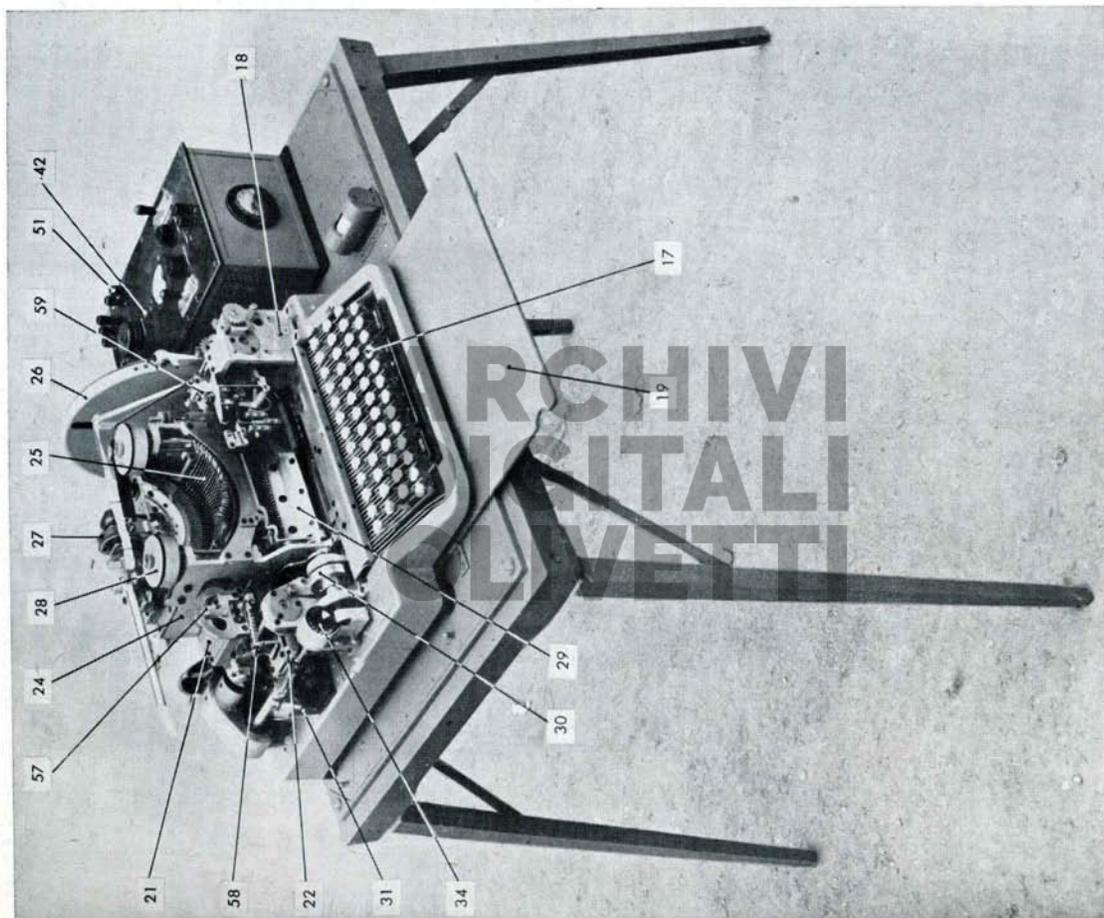
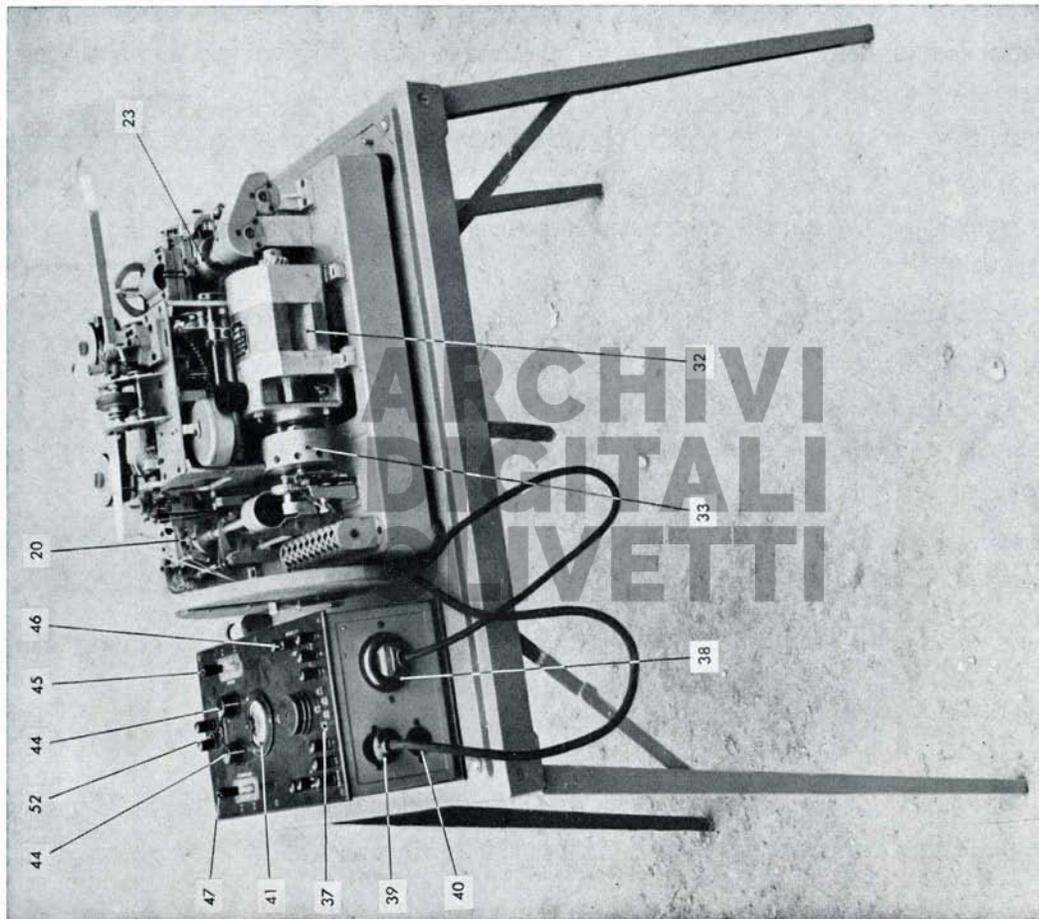

Fig. 4
Fig. 5
Sotto la macchina si trova la tavoletta scorrevole 19 (fig. 4) che serve da appoggio per incollare la zona sui moduli.
Le parti principali costituenti la telescrivente (fig. 4) sono :
b) Il trasmettitore 18, il quale riceve il moto dall'innesto 20 (fig. 5) e compie un giro ad ogni segnale trasmesso.
c) Il gruppo di ricezione composto dal relè 21 (fig. 4), dal selettore 22. Questo gruppo riceve il moto attraverso l'innesto 23 (fig. 5).
d) Il gruppo scrivente 24 (fig. 4) comprendente i martelletti 25 portanti i caratteri, il portazona 26, il rullo poggiacarta 27, le bobine del nastro inchiostatore 28. I martelletti sono azionati dalla bandiera 29, che a sua volta riceve il moto dall'innesto 30.
f) Il motore 32 (fig. 5) munito del regolatore di velocità 33.
Il controllo della velocità si fa traguardando il disco 34 (fig. 4) attraverso il pendolo stroboscopico contenuto nella cassetta degli accessori.
Sulla parte anteriore dell'alimentatore è montato il voltmetro 35 (fig. 4) facente capo ai morsetti 36, sul quale si potrà misurare la tensione alternata prima di applicarla alla corrispondente presa 37 (fig. 5) dell'alimentatore.
Nella parte posteriore (fig. 5) è disposta la presa 38 per il motore e le prese 39 per il circuito a corrente doppia e 40 per quello a corrente semplice.
- a) Il milliamperometro 41 che segna la corrente di controllo quando trasmette, quella di linea quando si riceve. Il milliamperometro è normalmente cortocircuitato, quindi segna la corrente solo quando si preme il bottone 42 (fig. 4).
- c) Le manopole 44 (fig. 5) per la regolazione della corrente di controllo e della corrente in arrivo dalla linea.
- d) La chiave 45 (fig. 5) per l'alimentazione del motore a corrente alternata o continua.
- e) I morsetti 46 (fig. 5) ai quali si deve allacciare la sorgente di corrente per l'alimentazione del motore a corrente continua. Tensione occorrente $90 \div 120$ volt, intensità di corrente 1 Ampère.
- f) La chiave 47 (fig. 5) per l'alimentazione del circuito telegrafico utilizzando corrente alternata o continua.
i) I morsetti 51 (fig. 4), che si dovranno collegare per mezzo della piastrina quando la resistenza ohmica della linea è molto forte (superiore a 3000 ohm). Negli altri casi i morsetti devono essere separati.
l) Il deviatore 52 (fig. 5) con il quale si inserisce sulla linea (posizione IN) un campanello di chiamata. Questo campanello serve nel caso in cui l'alimentatore riceve corrente da un gruppo elettrogeno che si mette in moto solo nel momento in cui la macchina deve funzionare.
- 1° - Inserire la spina della macchina nella presa 40 (fig. 5) segnata « C. Semplice ».
- 2° - Sbilanciare il relè di ricezione ruotando verso destra l'indice 57 del relè (fig. 5) fino a quando mancando la corrente nell'avvolgimento del relè il telaio 58 scatta verso l'alto.
- 4° - Alimentare il circuito telegrafico da una sola delle due stazioni spostando la chiave 47 (fig. 5) su C. A. oppure su C. C. a seconda che si usa corrente alternata o corrente continua. Nella macchina alimentata lasciare la chiave in posizione centrale.
6° - Regolare il valore della corrente telegrafica tenendo premuto il bottone 42 (fig. 4) e ruotando la manopola 44 (fig. 5) portante l'indicazione « Controllo » fino a leggere sul milliamperometro 35 mA.
7° - Mettere in moto il motore spostando la chiave 45 (fig. 5).
2° - Bilanciare il relè spostando nella zona centrale l'indice 57 (fig. 5), in modo che mancando la corrente nell'avvolgimento, l'ancoretta del relè sia trattenuta con ugual forza a destra e a sinistra.
4° - Portare in entrambe le macchine la chiave 47 (fig. 5) su C. A. o su C. C. a secondo che si utilizza corrente alternata o corrente continua.
5° - Mentre l'operatore della stazione B sta in posizione di ricezione (Deviatore 59 fig. 4 chiuso sul contatto di sinistra, cioè non agganciato dal dente di trattenuta), l'operatore della stazione A si mette in posizione di trasmissione, ossia chiude sul contatto di destra il deviatore facendolo agganciare dal dente di trattenuta.
Per linee brevi e in buono stato (morsetti 51 - fig. 4 - isolati) la corrente di linea si potrà regolare ancora allo stesso valore di 25 mA. Man mano che la linea aumenta di resistenza e peggiora come qualità la corrente massima che si potrà ricevere (morsetti 51 collegati) andrà gradatamente diminuendo. La ricezione sarà ancora possibile se la corrente in arrivo raggiunge almeno i 15 mA. e se la distorsione dei segnali non è eccessiva.
7° - Dare corrente al motore spostando la chiave 45 (fig. 5).